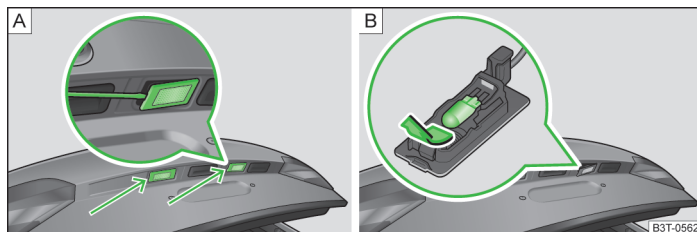

Fig. 210 Démontage de l'éclairage de la plaque d'immatriculation/remplacement de l'ampoule
- Insérez un tournevis plat à l'emplacement désigné par la flèche » fig. 210 - **A**, et appuyez légèrement pour déverrouiller le ressort.
- Sortir l'ampoule défectueuse du support dans le sens de la flèche » fig. 210 - **B**.